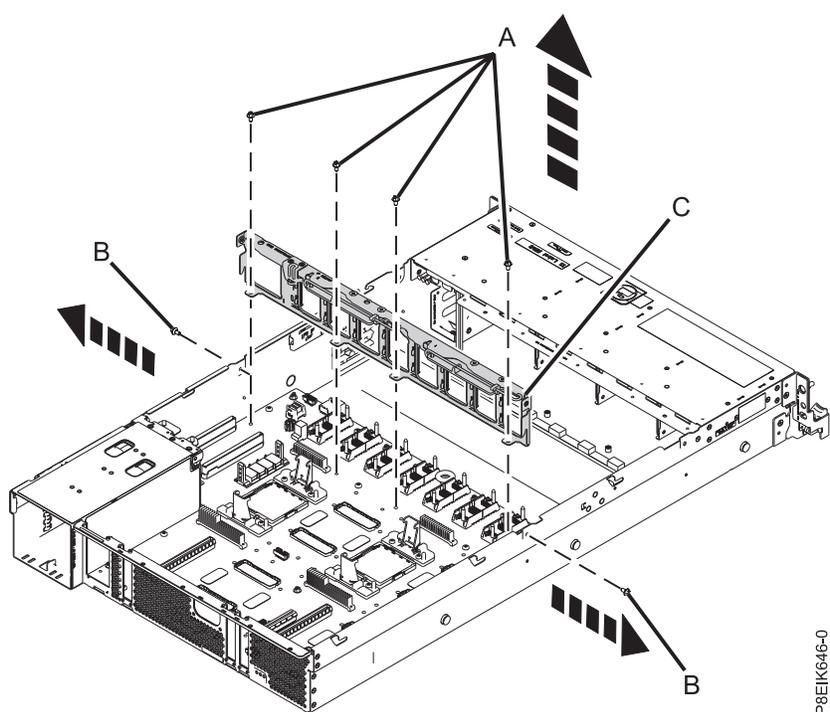

図 143. 中間サポートの取り外しおよびねじの位置
14. 中間サポート (C) を取り外します。図 143を参照してください。
- a. システムの各側面からねじ (B) を取り外します。
- b. 中間サポートをシステム・バックプレーンに接続している 4 本のねじ (A) を取り外します。
- c. 中間サポート (C) を持ち上げて外します。